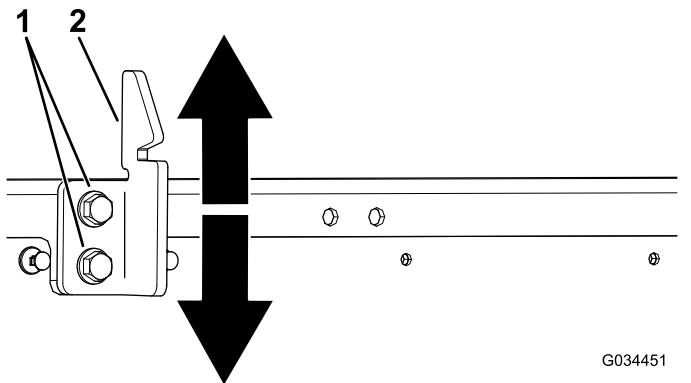

Bild 59
3. Lösen Sie die zwei Schrauben am Schlagbolzen des Ladepritschenriegels und bewegen Sie den Schlagbolzen nach oben oder unten, je nachdem, ob der Schlagbolzen zu hoch oder zu niedrig ist (Bild 59).
4. Ziehen Sie die zwei Schrauben am Schlagbolzen des Ladepritschenriegels an (Bild 59).